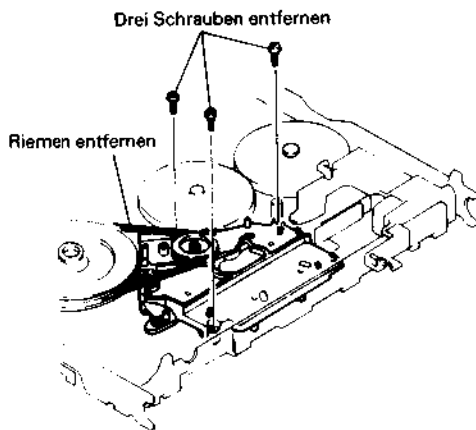

Abb. 2.100 Ausbau des Tellergetriebeblocks
Ausbau des Tellergetriebeblocks (Abb. 2.100)
6. Den Riemen von dem Tellergetriebeblock abnehmen (siehe Abb. 2.100).
7. Die drei (3) Befestigungsschrauben des Tellergetriebeblocks lösen.
6. Den Tellergetriebeblock ausbauen (siehe Abb. 2.100).